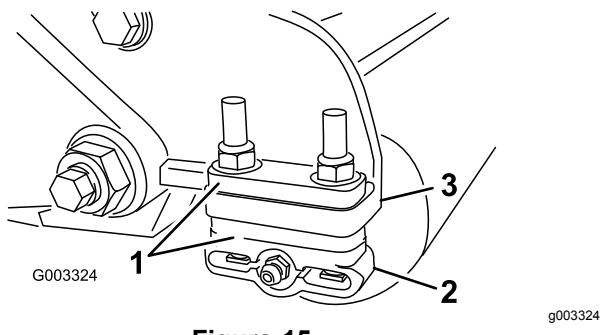

Figura 15
1. Ajuste os suportes do rolo traseiro (Figura 15) na altura desejada do limite de corte posicionando a quantidade necessária de espaçadores por baixo da flange de montagem da placa lateral (Figura 15) de acordo com o quadro de altura de corte.